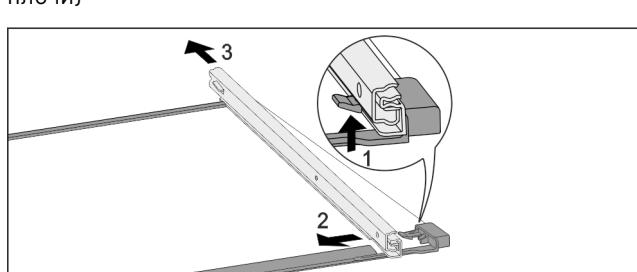

Fig. 150 Стъклена плоча с релси
- ▶ Натиснете нагоре предните фиксиращи палци. *Fig. 150 (1)*
- ▶ Пълзнете изтеглящата релса настрани *Fig. 150 (2)* и назад *Fig. 150 (3)*.